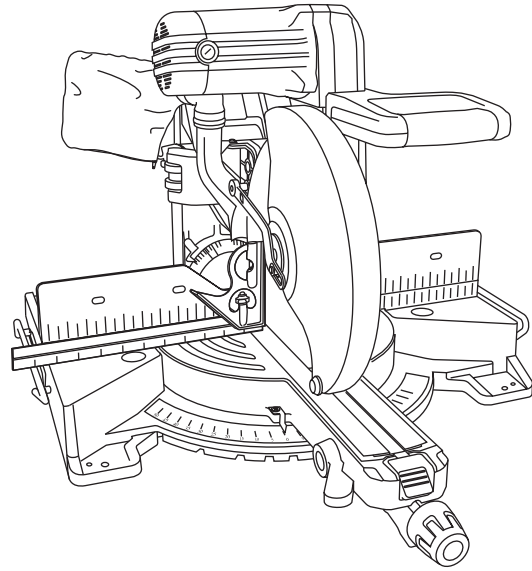

Figure 22
8. Utilisez une équerre combinée pour vous assurer que la lame est à 90° par rapport à la table (à angle droit). Placez le bord de la règle de l'équerre contre la table et faites-la glisser pour que la lame entre en contact avec le côté vertical de la tête de l'équerre (voir Figure 22).
4. Placez l'équerre combinée sur la table et contre la lame (voir Figure 22).